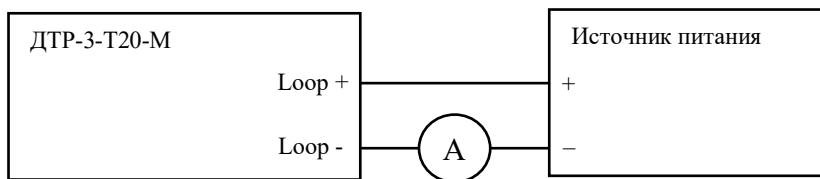

Рис.2. Схема подключения преобразователя ДТР-3-Т20-М.
5.7. Подключение преобразователя осуществляется по схеме токовой петли, как показано на рис.2.